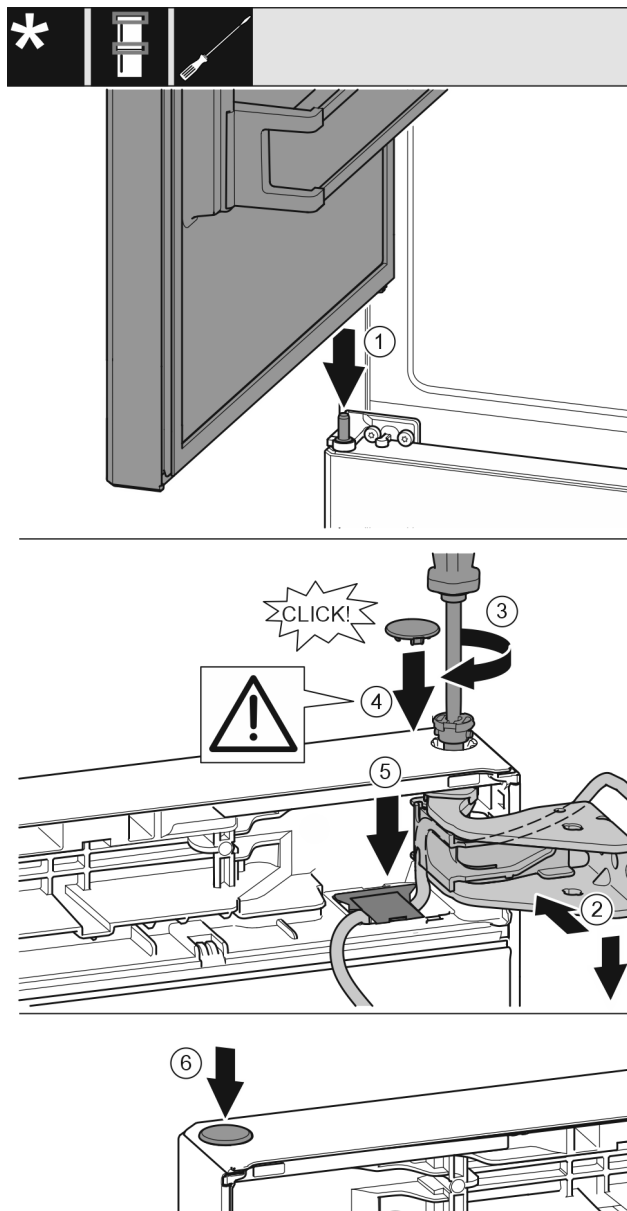

Fig. 42
- Mettere la porta superiore sul perno di supporto centrale. Fig. 42 (1)
- Allineare la porta in alto all'apertura nel blocco di supporto. Fig. 42 (2)
- Inserire i perni e serrare con il cacciavite T15. Fig. 42 (3)
- Montare la copertura di protezione della porta: inserire la copertura di protezione e controllare se appoggia sulla porta. Altrimenti inserire completamente il perno. Fig. 42 (4)
- Inserire la copertura e premerla verso il basso fino all'innesco. Fig. 42 (5)
- Inserire i tappi. Fig. 42 (6)